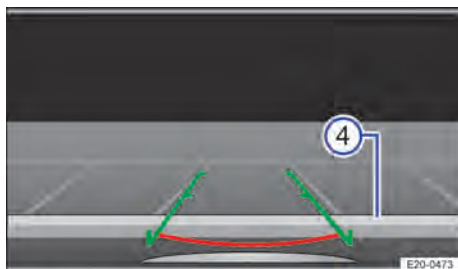

Fig. 123 Indicação na tela do sistema Infotainment: alinhar o veículo dentro da vaga de estacionamento.
4. Parar quando a linha horizontal alcançar o limite traseiro → Fig. 123 ④.